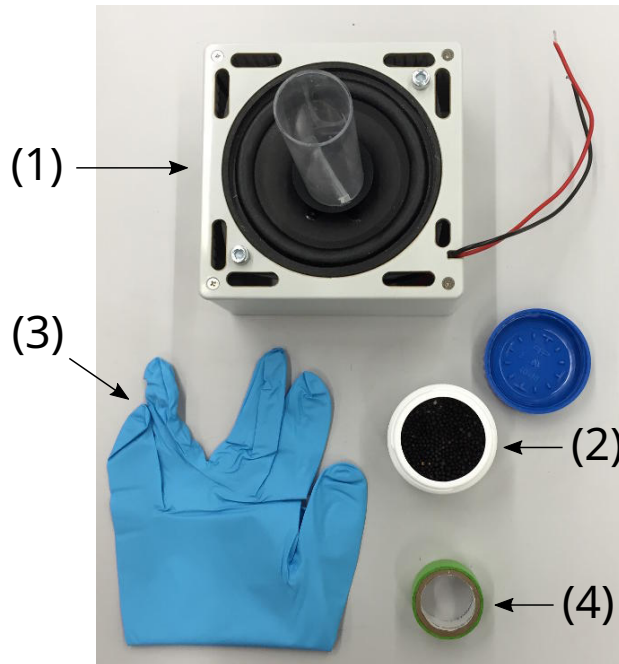

Figura 2: Equipo adicional para este experimento.
- La amplitud de la señal diente de sierra puede ser ajustada usando el potenciómetro identificado como *speaker amplitude* (4). Un voltaje DC proporcional a la amplitud de la señal es generado en el terminal del monitor identificado como *speaker amplitude* (6) (con respecto al borne de tierra *GND* (7)). Los números hacen referencia a la fotografía (Figura 2) mostrada en las instrucciones generales.